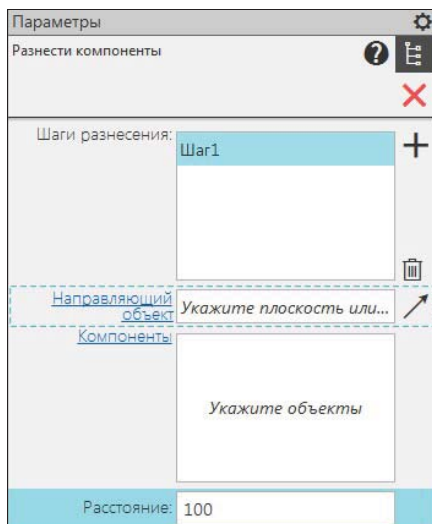

Рис. 26.10. Панель **Параметры: Разнести компоненты**
- ◆ вызовите команду **Разнести компоненты** — автоматически запустится процесс настройки параметров разнесения сборки. Появится панель **Параметры: Разнести компоненты** (рис. 26.10) с элементами настройки параметров разнесения: